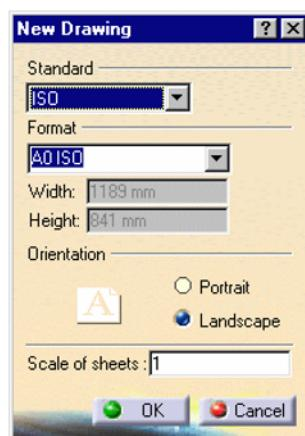
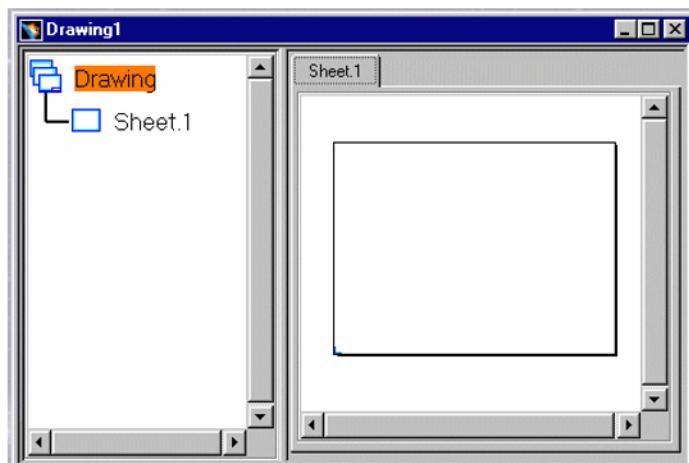

Fig.32. Alegerea standardului și tipului de format
Fig.33. Foaia de desenare afisata
- Se selectează standardul folosit și formatul, de exemplu **A0 ISO** (fig.32), pe ecran este afisată foia de desenare (fig.33).